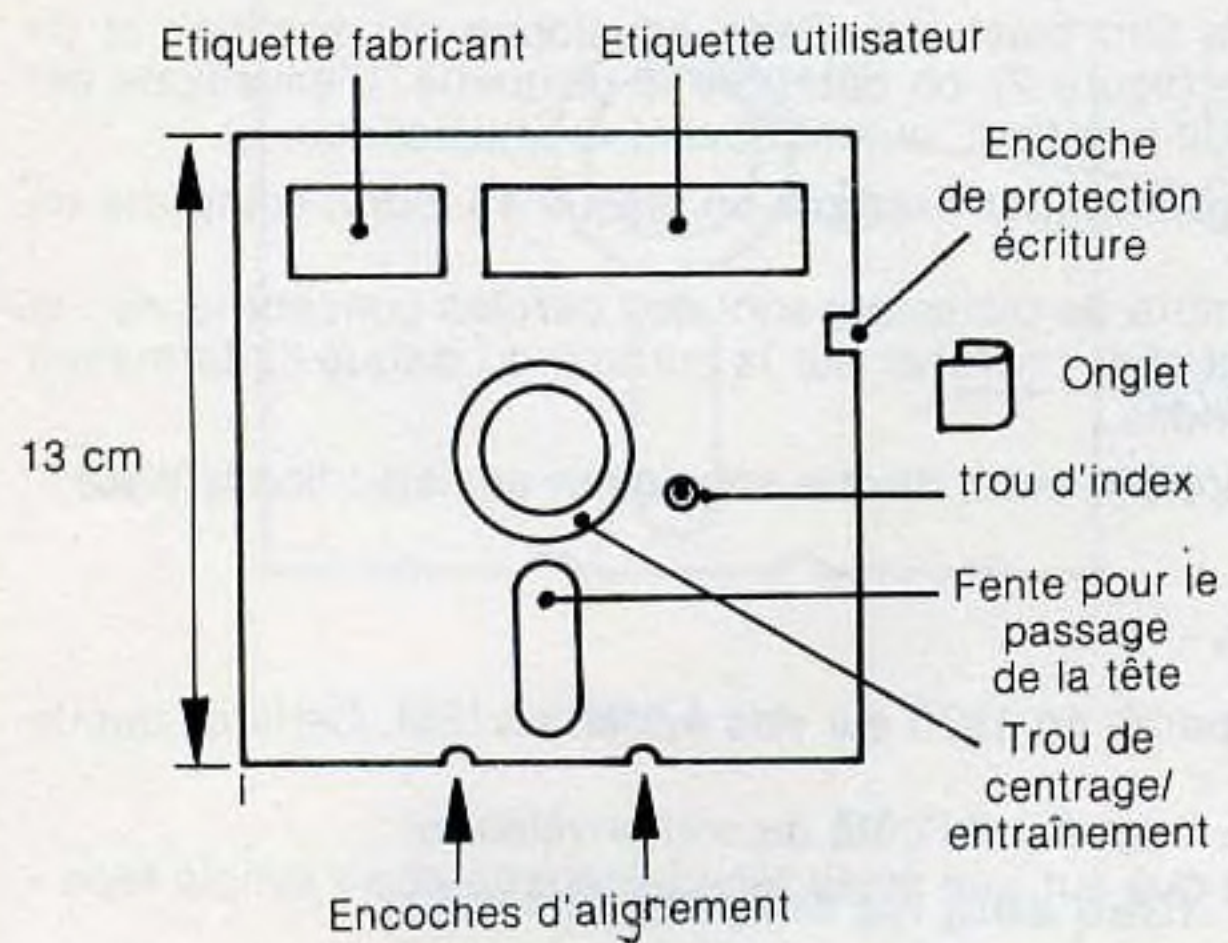

Figure 1
- La figure 1 (page ci-contre) représente, à échelle réduite, une mini-disquette. On y remarque :